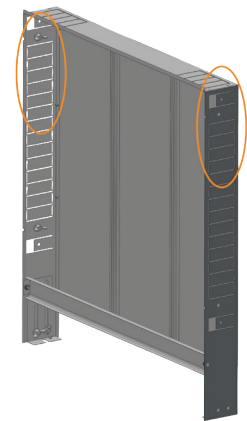

Figure 2 : Retirez les alvéoles défonçables
1. Retirez les alvéoles défonçables (si nécessaire) pour accéder aux conduites d'alimentation et de retour (voir **Figure 2**).